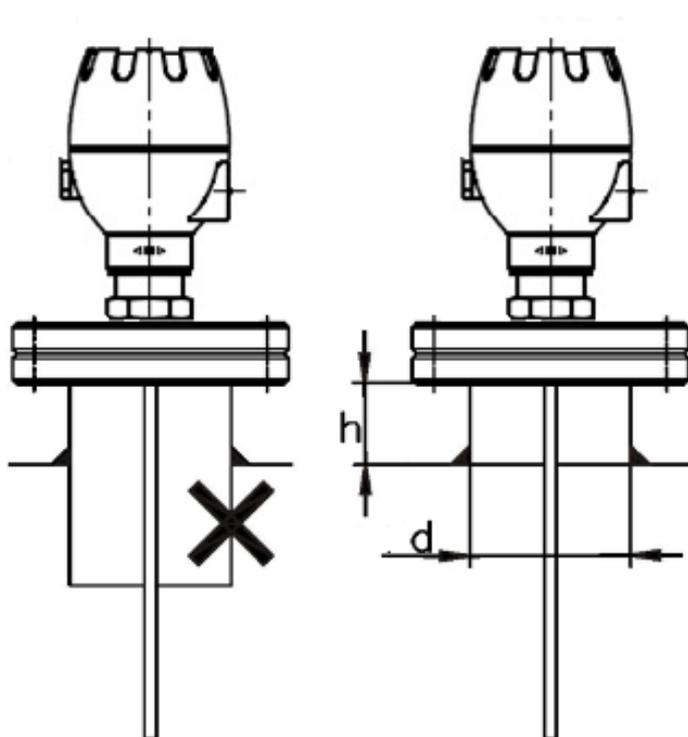

Рисунок 25 - Установка уровнемера на патрубок.
2.3.5 Уровнемер не следует устанавливать на патрубок, высота которого больше диаметра, либо на патрубок имеющий продолжение в резервуаре, особенно для тросового и стержневого зондов и для порошковых продуктов (см. рисунок 25).